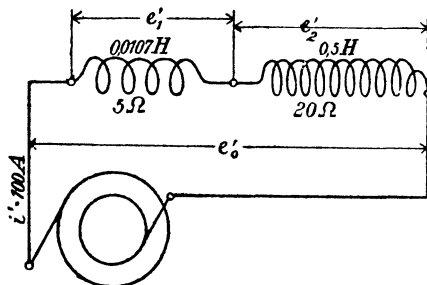

Fig. 110.
255. Durch zwei hintereinander geschaltete Spulen (Fig. 110) fließt ein Wechselstrom von 100 [80] (10) A und 50 Perioden. Der Widerstand der ersten Spule ist $W_1 = 5$ [7] (3) Ω , ihr Selbstinduktionskoeffizient 0,0107 [0,02] (0,03) Henry, der Widerstand der zweiten Spule 20 [17] (8) Ω , ihr Selbstinduktionskoeffizient 0,5 [0,2] (0,1) Henry.